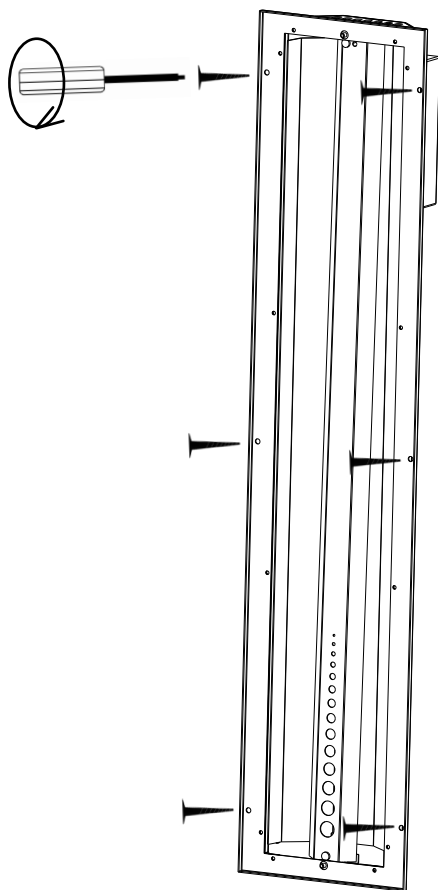

Fig. 7 Positionnement des vis
8. Vissez le chauffage infrarouge fermement à la paroi de la cabine à l'aide des vis à bois (3 x 40 mm) fournies. Voir figure 7.